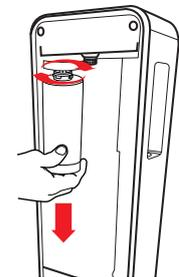

Fig. 4-29
40.4 – Sul display apparirà: “**RIMUOVERE FILTRO OK**”, rimuovere il filtro dalla testata, ruotandolo da destra verso sinistra, fino a raggiungere il punto di sblocco. Tirare il filtro verso il basso per estrarlo, nel caso non si dovesse sfilare ripetere l'operazione descritta precedentemente, vedi Fig. 4-29. Premere OK.